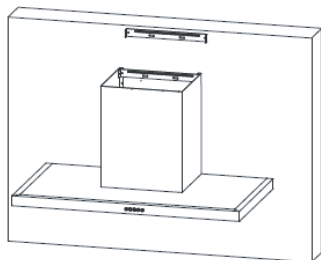

Рис. 8
6. Закрепите воздуховод, надев прикрепленный к нему держатель воздуховода на кронштейн. (Рис.8)